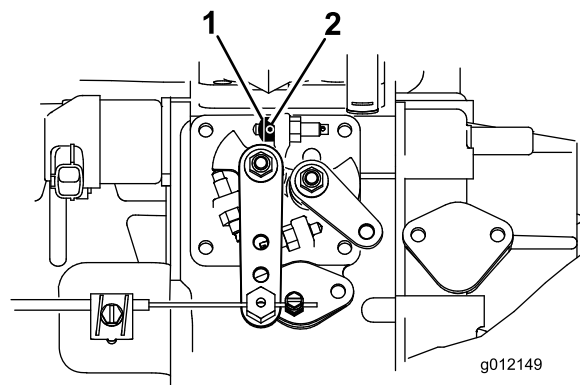

Figura 8
- Allentate la vite di arresto sul fermo acceleratore (Figura 8).
- Infilate il fermo acceleratore all'interno della vite d'arresto della minima superiore (Figura 8). L'estremità smussata del fermo acceleratore deve essere posizionata verso l'esterno.